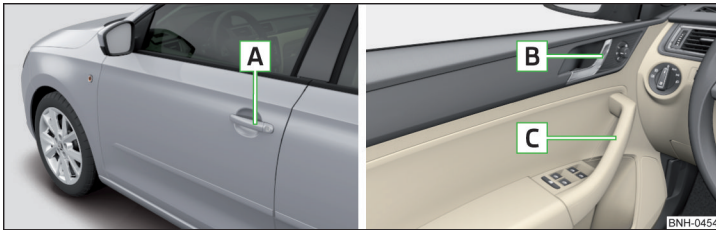

Fig. 32 Mânerul portierei/maneta de deschidere a portierei
► Trageți de mânerul portierei  » fig. 32 de la portiera respectivă.